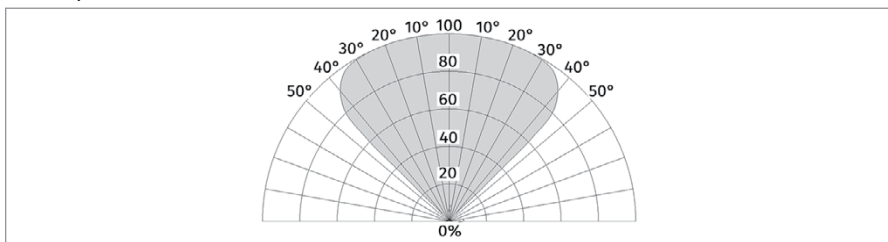

Рисунок 82. Диаграмма чувствительности извещателя (в % указана чувствительность в зависимости от ТП5 и ТП6 в метрах)
- Расположение и нацеливание извещателя должно быть произведено с учетом чувствительности и угла обзора извещателя на наиболее вероятный источник возгорания. На Рисунок 82 представлена диаграмма чувствительности извещателя.